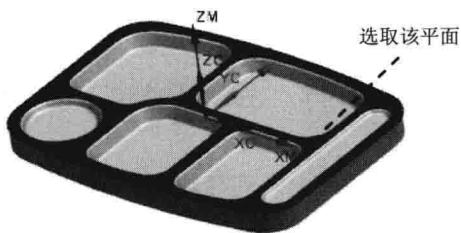
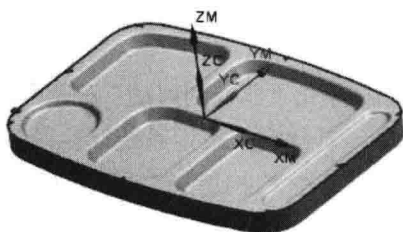

图 1.12 选取面
图 1.13 部件边界
Step2. 在“修剪边界”对话框的**面选择**区域中选中☒ **忽略孔**复选框，在**修剪侧**区域中选中☒ **外部**单选项，然后在绘图区域选取图 1.12 所示的面，系统自动生成图 1.13 所示的边界。